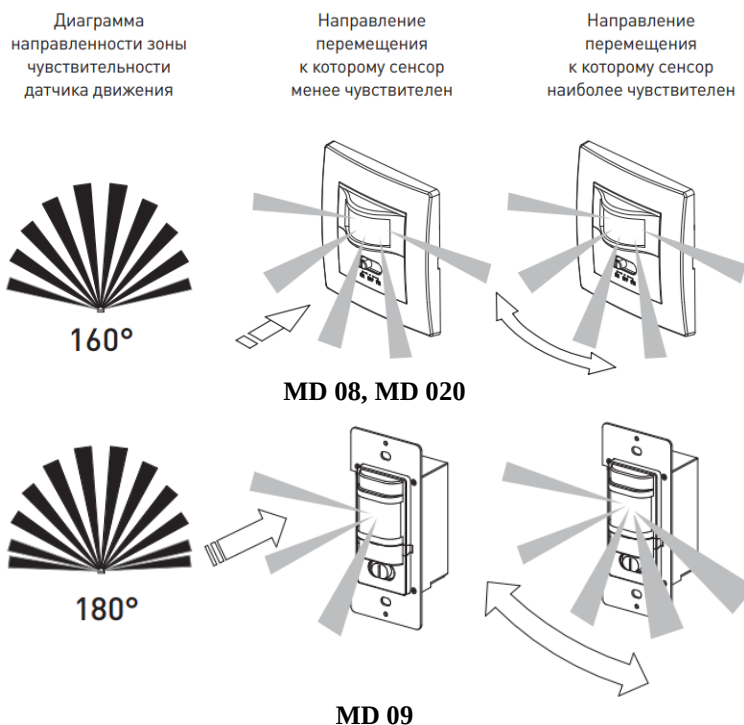

Рисунок 3. Диаграмма направленности зоны чувствительности.
Датчик производит коммутирование нагрузки при наличии движения в области зоны чувствительности сенсора. Для включения датчика при движении в требуемой области его необходимо установить таким образом, чтобы эта область попадала в зону охвата датчика в соответствии с диаграммой направленности зоны чувствительности сенсорной системы (см. рисунок 3).
- Наиболее эффективно датчик реагирует на объект, движущийся вдоль зоны действия датчика, а не в направлении к нему, или от него (рис. 3).